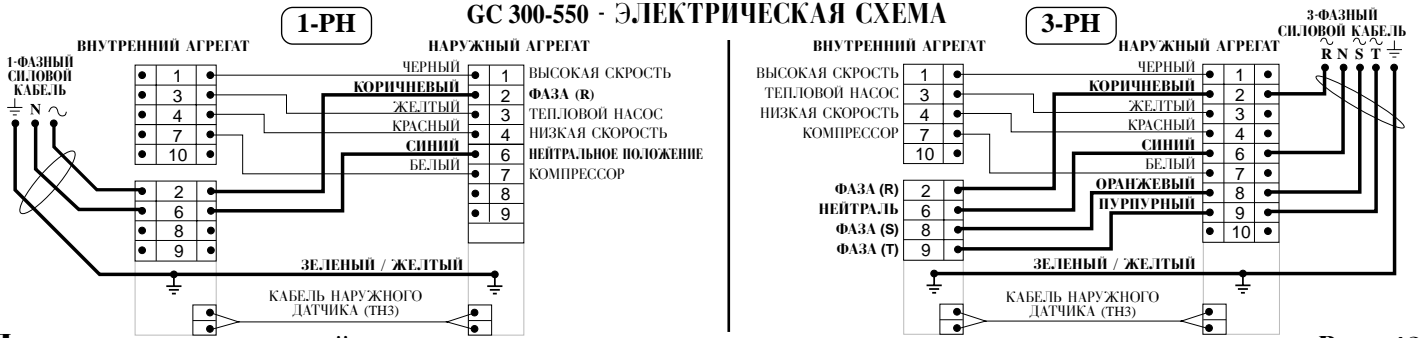

Рис. 12
- Подсоедините провода к клеммному блоку в соответствии с цветовыми обозначениями, приведенными на рис. 12.